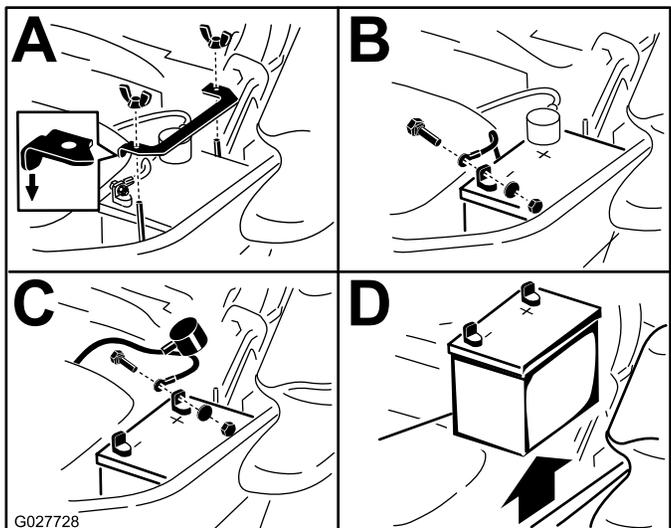

Figura 57
3. Retire la batería, según se muestra en Figura 57.
Nota: Coloque la batería en la bandeja, con los bornes frente al depósito de aceite hidráulico (Figura 57).